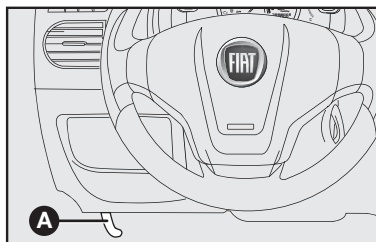

fig. 112
- 1) Puxar a alavanca **A**—fig. 112.